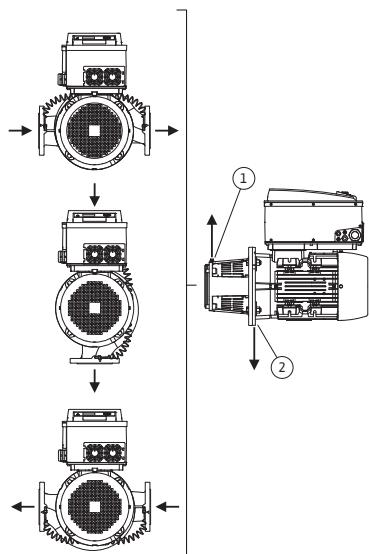
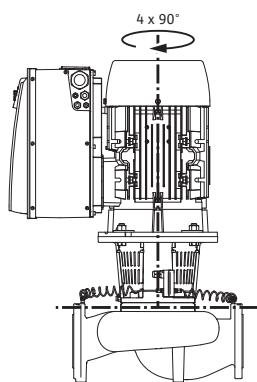

Fig. 18: Pozitii de montaj admise la arborele motor dispus orizontal
Fig. 19: Pozitii de montaj admise la arborele motor dispus vertical
Pozitiile de montaj admise la arborele motor dispus orizontal si la modulul electronic orientat in sus (0°) sunt reprezentate in Fig. 18. Nu sunt ilustrate pozitiile de montaj admise la modulul electronic montat in lateral ($+/- 90^\circ$). Este permisa orice pozitie de montaj cu exceptia celei in care „modulul electronic este orientat in jos” (-180°). Dezarea pompei este garantata numai atunci cand supapa de dezearere este orientata in sus (Fig. 18, poz. 1).
Numai in aceasta pozitie (0°), condensul rezultat poate fi evacuat orientat, prin orificiul existent, printre-o piesa intermediara a pompei, precum si prin motor (Fig. 18, poz. 2).
Pozitiile de montaj admise la arborele motor dispus orizontal sunt reprezentate in fig. 19. Sunt permise toate pozitiile de montare cu exceptia „motorul in jos“.
- Supapa de dezaerare de pe piesa intermediară (Fig. 6, poz. 1.31) trebuie orientată întotdeauna în sus, la arborele motor dispus orizontal (Fig. 6b:). La arborele motor dispus vertical este admisă orice orientare. Vezi și Fig. 18: „Poziții de montaj admise la arborele motor dispus orizontal“ la pagina 18 resp. Fig. 19: „Poziții de montaj admise la arborele motor dispus vertical“ la pagina 18.
- Dacă arborele motorului este montat orizontal, poziția orificiului de condens trebuie să fie obligatoriu în jos (Fig. 18, Poz.2). La nevoie, motorul trebuie rotit corespunzător.